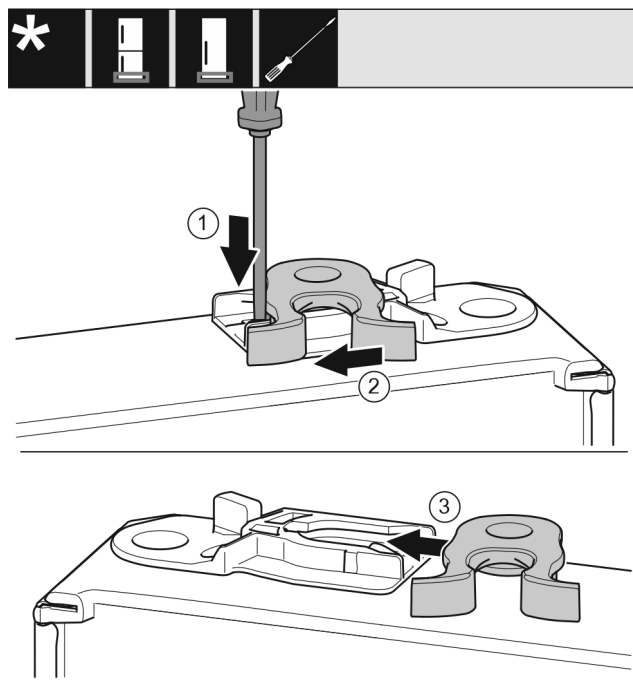

Fig. 19
- Pousser la languette Fig. 19 (1) vers le bas avec un tournevis plat.
- Retirer la gâche Fig. 19 (2) du guide.
- Pousser la gâche Fig. 19 (3) de l'autre côté dans le guide.